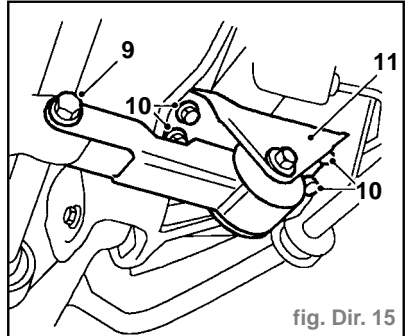

fig. Dir. 15
- Enlever le boulon (9) maintenant la barre d'appui de moteur sur le moteur (Fig. Dir. 15).